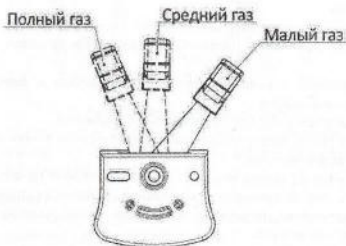

Рисунок 5 – Акселератор (рычаг газа)
На правой ручке руля крепится акселератор (рисунок 5), который тросом соединяется с ручкой газа, установленной на двигателе.
5.8 Для остановки двигателя передвиньте рычаг акселератора в положение «Малый газ» (рисунок 5) и поверните выключатель на двигателе в положение «OFF».